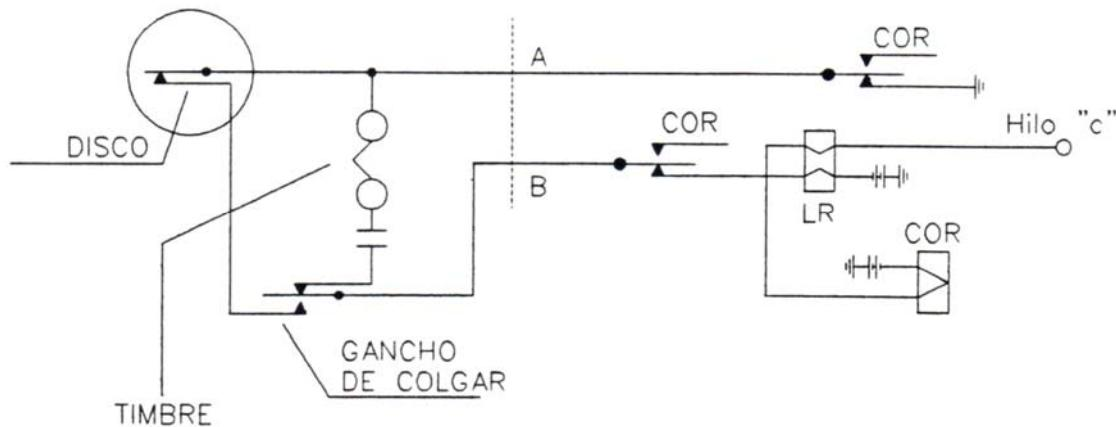

Figura 6
El abonado al descolgar, arranca tono de marcar. Cada abonado dispone de un relé (LR) de línea y un relé de ocupación y corte (COR). Cuando el abonado descuelga su teléfono, y a través del disco de marcar cruza los hilos A y B de línea, se activa el relé LR de línea (ver figura 6).